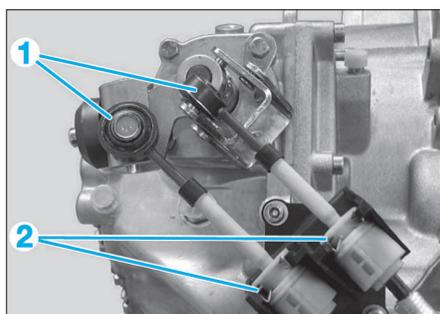

FIG. 9
- la biellette anticouple (2)
• Extraire les rotules (1) (Fig.9) à l'aide de l'outil spécial 234 010.
- Déboîter les rotules (1) des câbles de commande (Fig.9).
- Décrocher les câbles des clips (2).